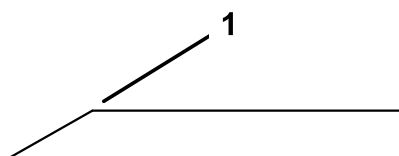

Figura 40
1. Affilate i taglienti da entrambe le estremità della lama con una lima (Figura 40).